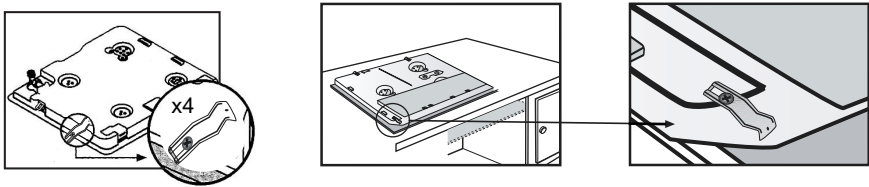

Fig. 8
- Inserire il piano di cottura. Premere sulle estremità in modo che il piano di cottura poggi lungo tutto il suo perimetro. Fig. 8. Centrare il piano nella sua sede.